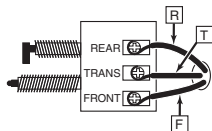
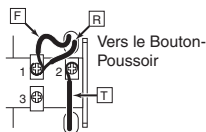

Figure 4 - Ancien Carillon
Figure 5
FERMER L'ALIMENTATION ELECTRIQUE. Etiqueter les fils de l'ancien carillon comme la Figure 4. Enlever l'ancien carillon. Au transformateur, enlevez les deux ou trois fils basse tension des bornes de sortie, torsadez-les ensemble et fixez-les à l'aide d'un serre-fils. Ouvrir l'alimentation électrique. Fixer le nouveau carillon piles à la place de l'ancien carillon et raccorder les fils de la façon suivante: F à la borne N° 1 du carillon; R à la borne N° 1 du carillon (NOTE: La porte arrière et la porte avant feront retentir l'air à deux notes (Ding-Dong) lorsque l'un ou l'autre des boutons est activé.); T à la borne N° 2 du carillon. NOTE: Ne rien raccorder à la borne N° 3 du carillon (voir la Figure 5). Insérer (4) piles "C". Vous noterez que les signes + ou - sont indiqués sur la plaque de montage. Les piles